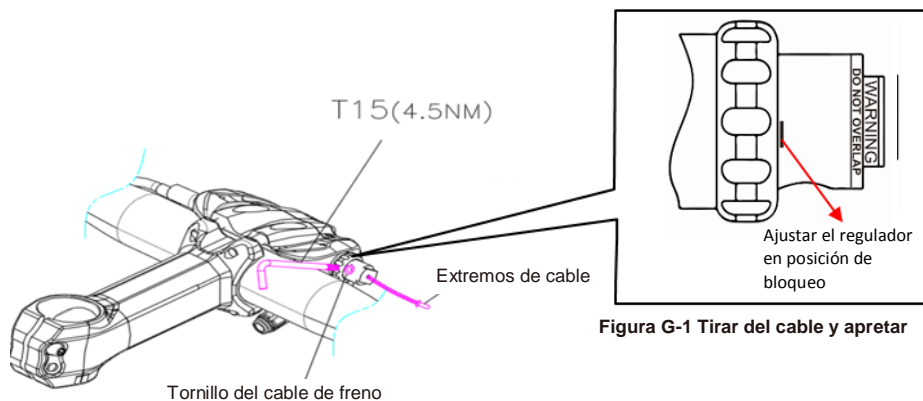

Figura G-1 Tirar del cable y apretar
- Ajuste el regulador en posición de bloqueo para fijar el cable(Figura G-1)
- Afloje el tornillo del cable del freno que se encuentra en el cuerpo del cilindro maestro. (Figura G-1)
- Pase el cable por la unidad de control, las fundas y el cilindro maestro. Tire del cable para tensarlo, teniendo cuidado de NO añadir carga al cilindro del freno. (Figura G-1)